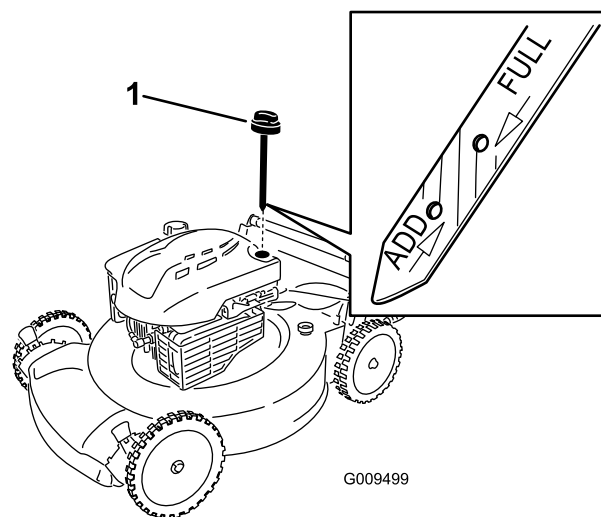

Рисунок 11
5. Выньте щуп и проверьте уровень масла по щупу, см. Рисунок 11.
2. Извлеките масломерный щуп (Рисунок 11).